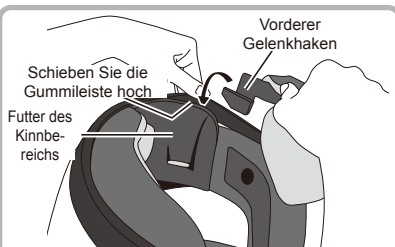

Abb. 2
① Setzen Sie den hinteren Gelenkhaken zwischen der Schale und dem Futter ein, und zwar beginnend von der Position, die in der Abbildung gezeigt wird. Haken Sie den Gelenkhaken anschließend in die darin versenkte „Gelenkstange“ ein.
② Schlagen Sie die Gummileiste um den Kinnbereich wie in Abbildung 2 gezeigt nach oben um. Schieben Sie den Gelenkhaken zwischen der Helmschale und der Kinnauskleidung ein, bis der Gelenkhaken festsetzt.